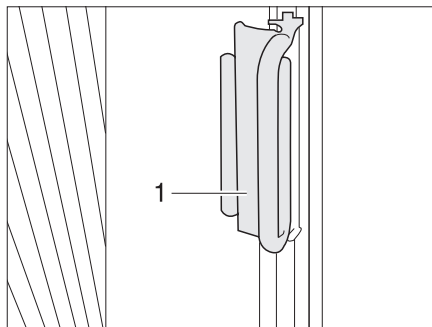

Fig. 13 Impugnatura della tendina oscurante pieghevole per il finestrino del conducente/passeggero
- Spingere le tendine oscuranti pieghevoli per il finestrino del guidatore e del passeggero sul sopralzo con l'impugnatura (Fig. 13,1). La tendina oscurante pieghevole è ora bloccata.